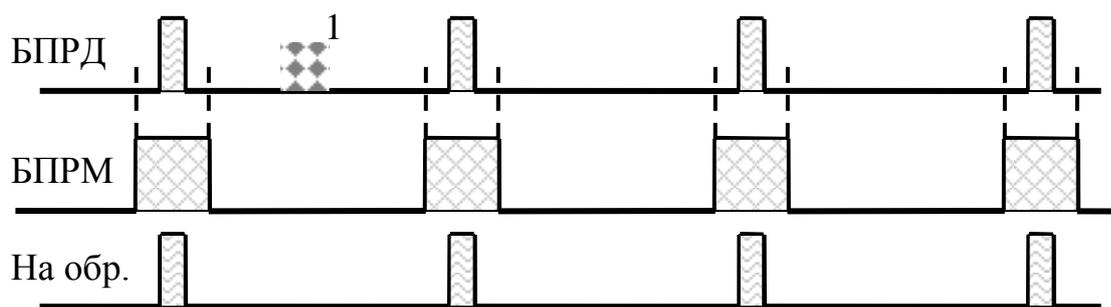

Рис. 6.8
6.2.4.5 Временная диаграмма на рис. 6.8 иллюстрирует сказанное в п. 6.2.3.4. Помеха 1 «не пропускается» во временные ворота на дальнейшую обработку.